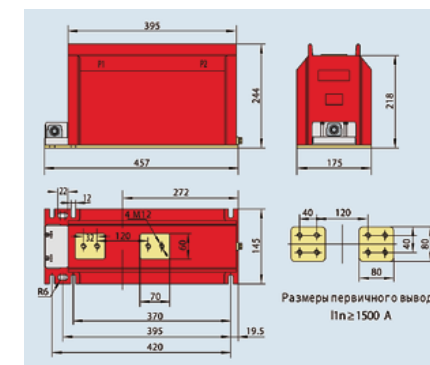

Рис. 6.2 Размеры трансформатора тока LZZBJ9-12/175b/4
6.2 Внешний вид и размеры трансформатора тока LZZBJ9-12/175b/4 (см. рис. 6.2)